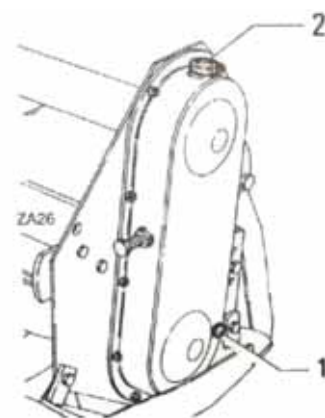

Figure 14
- Déposez le bouchon de niveau d'huile "1" (Fig. 14).